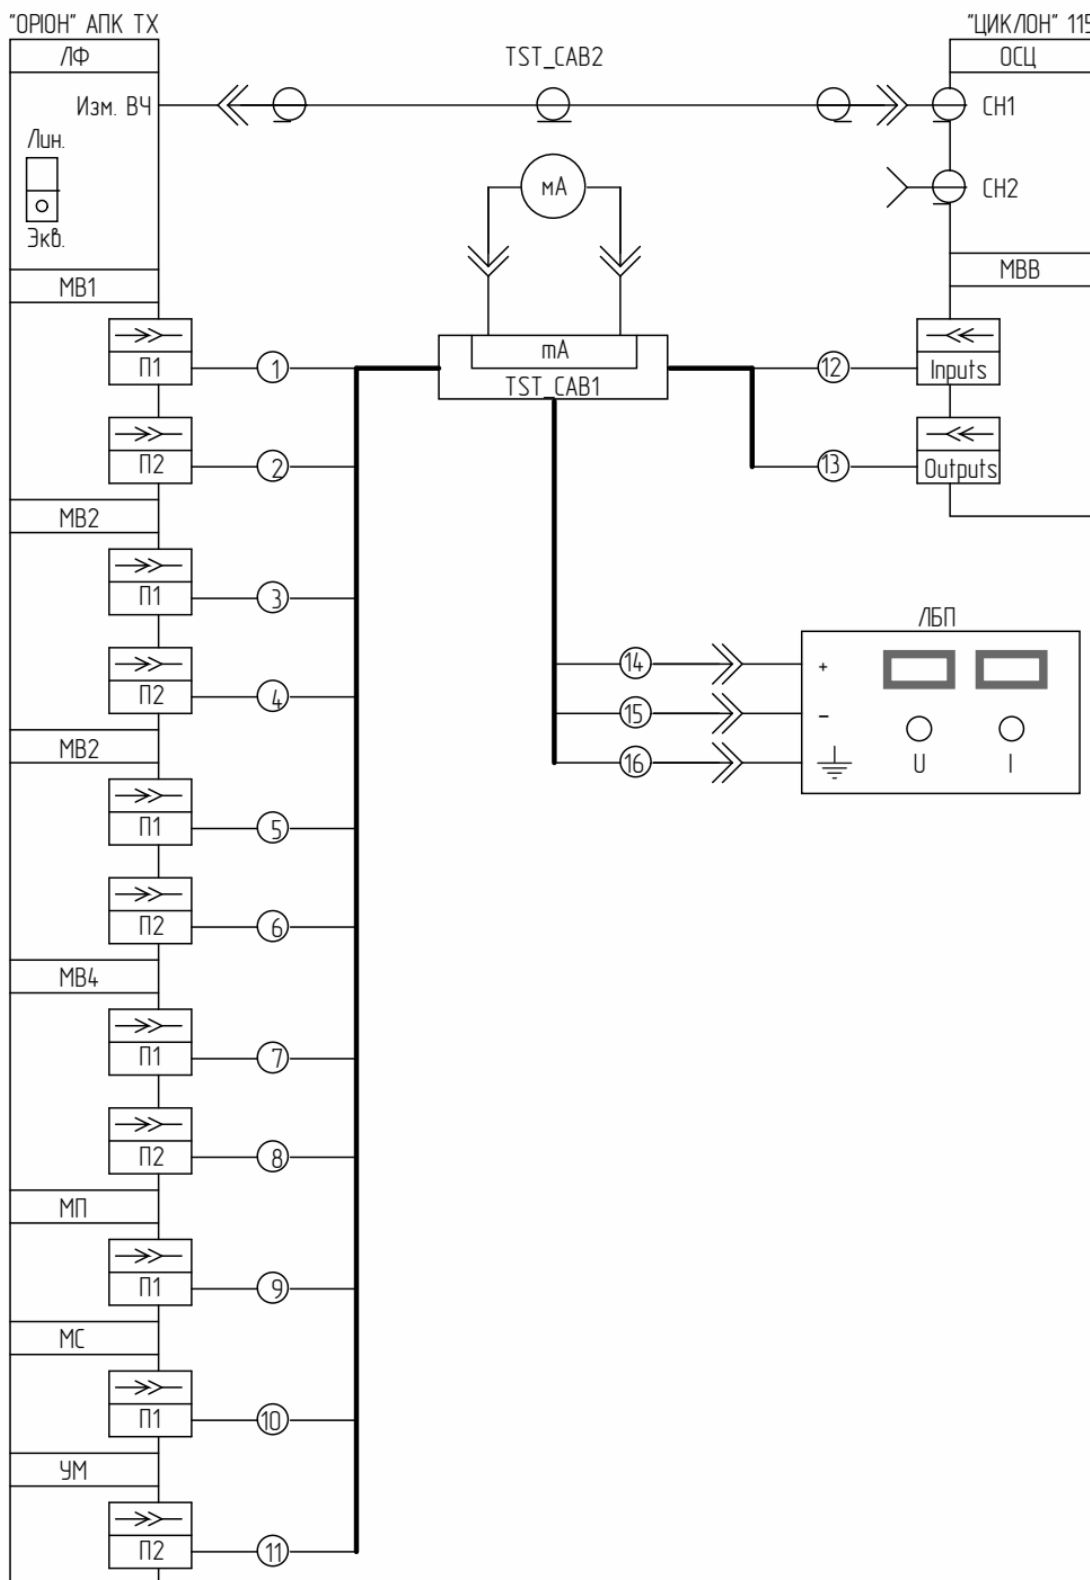

Рисунок 8.11.4 – Схема подключения
- 1) Подключить «ОРИОН» АПК ТХ к «ЦИКЛОН» 115 и ЛБП с помощью тестовых кабелей «TST_CAB1», «TST_CAB2» (см. рисунок 8.11.4);